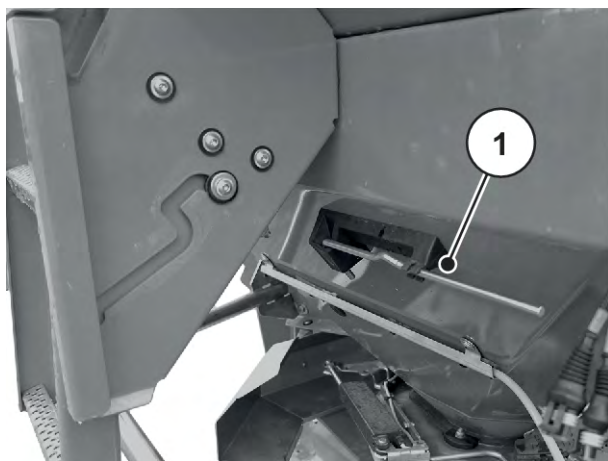

Рис. 26: Розташування регулювального важеля AXIS хх.2
- ▶ Знову вставте важіль регулювання в передбачене для нього кріплення. Див. *Рис. 26 Розташування регулювального важеля AXIS xx.2*